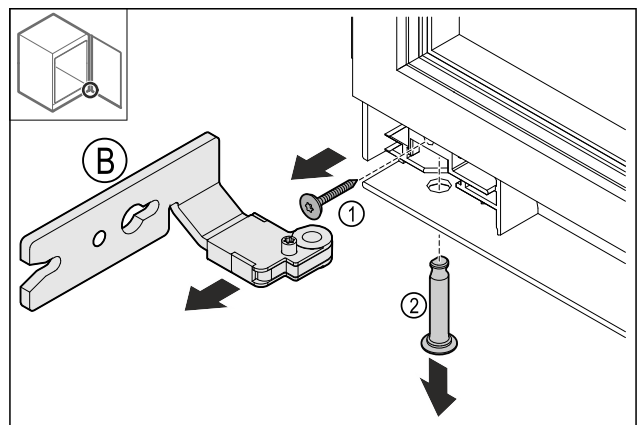

Fig. 16
- Rimuovere la vite Fig. 16 (1).
- ▶ Rimuovere i bulloni Fig. 16 (2).
- ▶ Rimuovere la cerniera Fig. 16 (B).